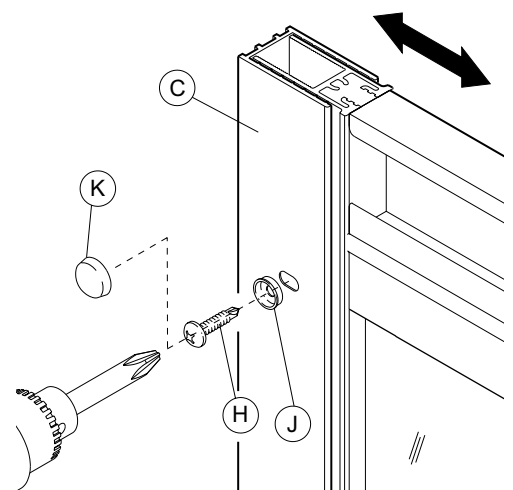

FIG. 6
- Close the sliding panel (F) and adjust it by sliding the panel into the wall jambs (C). There must be no space between the two magnetic strips. If necessary, complete the adjustment by screwing or unscrewing the adjustment screws (O).
- Once in place, fasten frame to wall jamb (C) with self-drilling screws #6 x 1/2" (1.2 cm) (H) and screw cap receivers (J) with an electric drill (or drill 3/32" (0.24 cm) diameter holes and screw manually). Once screws are in place, install screw caps (K). Fig. 6.
- Fermez le panneau mobile (F) et réglez-le en faisant glisser le cadre dans les montants muraux (C). Il ne doit y avoir aucun espace libre entre les 2 bandes magnétiques. Si nécessaire, complétez l'ajustement en vissant ou dévissant les vis de réglage (O).
- Une fois bien en place, fixez le cadre dans le montant mural (C) en vissant les vis auto-perçantes #6 x 1/2" (1.2 cm) (H) avec les receveurs de cache vis (J) à l'aide d'une perceuse électrique (ou percez un trou de 3/32" (0,24 cm) de diamètre avec une perceuse et vissez les vis à la main.). Une fois les vis en place, installez les cache-vis (K). Fig. 6.
- Cierre el panel corredizo (F) y ajústelo deslizando el marco dentro de las jambas murales (C). No deberá quedar ningún espacio entre las bandas magnéticas. Si es necesario, complete el ajuste apretando o aflojando los tornillos de ajuste (O).
- Una vez todo colocado en su sitio, ajuste el marco a la jamba (C) con los tornillos autotrabadores # 6x1/2" (1.2cm) (H) y las tapas para tornillo (J) con un taladro eléctrico (o taladre un orificio de 3/32" (0.24 cm) de diámetro y atornille manualmente). Una vez los tornillos en su sitio, instale los cubretornillos (K). Fig. 6.